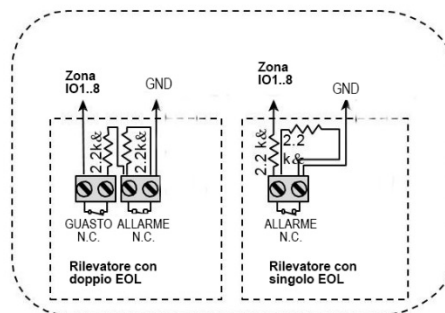

Figura 2.1 - Esempio di collegamento del rilevatore
Per montare il modulo Expander come mostrato nella Figura 2.1, procedere come segue:
1. Premere verso il basso sul modulo Expander tra le due clip per inserire il modulo nel pannello posteriore. Per identificare le clip, vedere la Figura 2.1 (A).